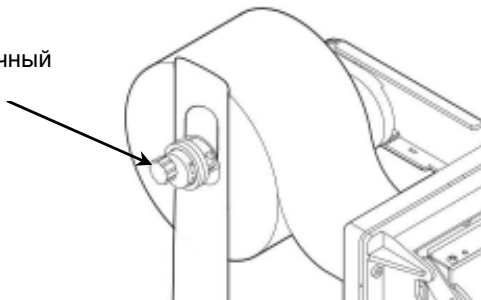

Рисунок 2
4.3 Для установки рулона термобумаги необходимо открыть замок двери, опустить ее вниз до упора, выдвинуть принтер, закрепленный на направляющих, и установить рулон на держатель так, чтобы бумага в устройство печати поступала сверху рулона. Установите фиксатор рулона на держатель, отрегулируйте прижим вращением зеленого регулировочного винта (рисунок 2) таким образом, чтобы рулон бумаги не смешался вдоль держателя. Отрежьте неровный край ленты под прямым углом, поместите край бумаги в приемную щель термопринтера и дождитесь, когда она будет автоматически заправлена.